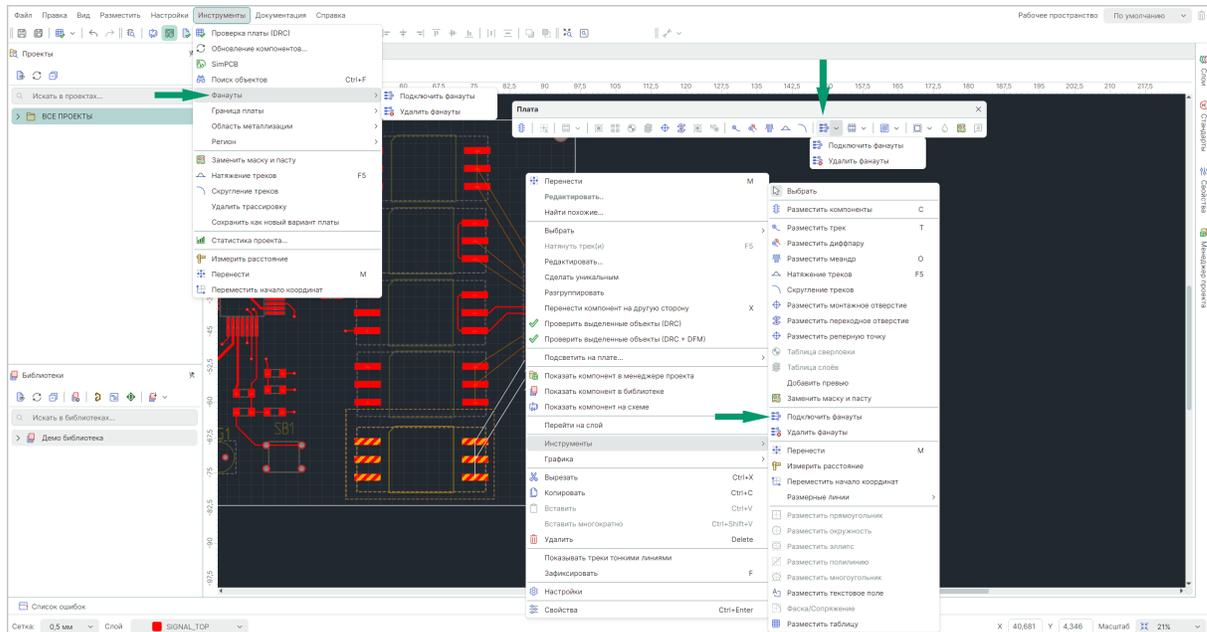

Рис. 326 Вызов инструмента «Подключить фанатуы»
2. Вызовите контекстное меню и выберите пункт «Инструменты» → «Подключить фанавуты». Аналогичный результат можно получить, воспользовавшись символом  «Подключить фанавуты», расположенным на панели инструментов «Плата», или вызвать данную функцию в разделе «Инструменты» главного меню, см. Рис. 326.